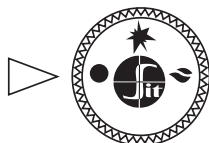

Рис. 8.
- 7.2. В исходном (выключенном) положении ручки управления не ходит в положение **«точка»** (рис. 8). Пилотная и основные горелки погашены (под действием газа они заблокированы).